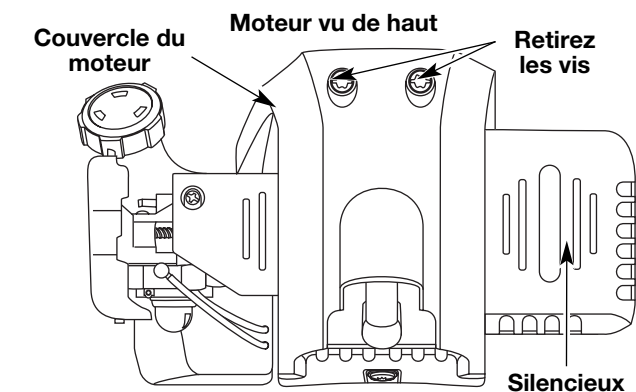

Fig. 34
2. Enlevez les deux vis (2) du haut du couvercle du moteur à l'aide d'un tournevis à lame plate ou T-25 Torx (Fig. 34).